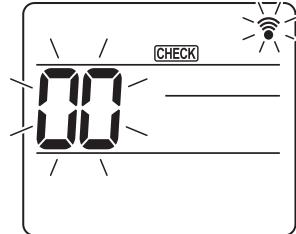
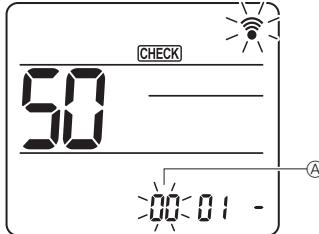
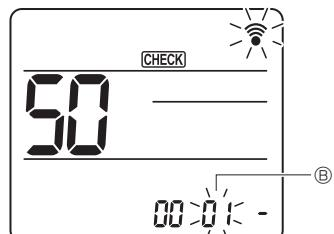
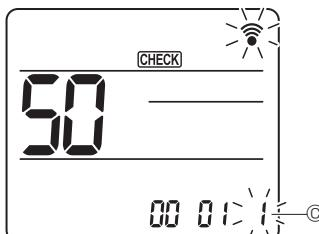

Fig. 7-18
Fig. 7-19
Fig. 7-20
Fig. 7-21
7.4.2. Mit der drahtlosen Fernbedienung (Fig. 7-18, Fig. 7-19, Fig. 7-20, Fig. 7-21)
① Funktionsauswahlmodus aufrufen
[CHECK] leuchtet und "00" blinkt. (Fig. 7-18)
Drücken Sie zum Einstellen der Gerätenummer **[A]** die Taste **[▼]**. (Fig. 7-19)
Drücken Sie zum Einstellen der Modusnummer **[B]** die Taste **[▼]**. (Fig. 7-20)
Ändern Sie mit der Taste **[▼]** die Einstellungsnummer **[C]**. (Fig. 7-21)